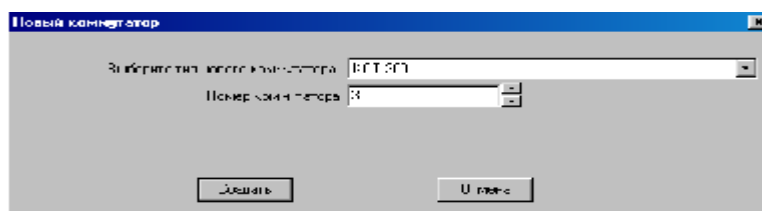

Рисунок 23
4.3.2 Для ввода (корректировки) данных по КН, установленным на АТС, выполнить следующие действия. В закладке «Технические средства» установить маркер на требуемый номер ретранслятора (УТОИ через модемы, либо виртуальная АТС для связи с GSM) и нажать кнопку «Создать коммутатор» (рисунок 23). Установить требуемый тип коммутатора: для УТОИ - КН, КЛТ, КЛЦ, для виртуальной АТС – GSM коммутатор, и номер (для ретранслятора УТОИ номер напрямую связан с номером порта RS-232 подключения коммутатора). Номер КН также является составной частью пароля абонентского